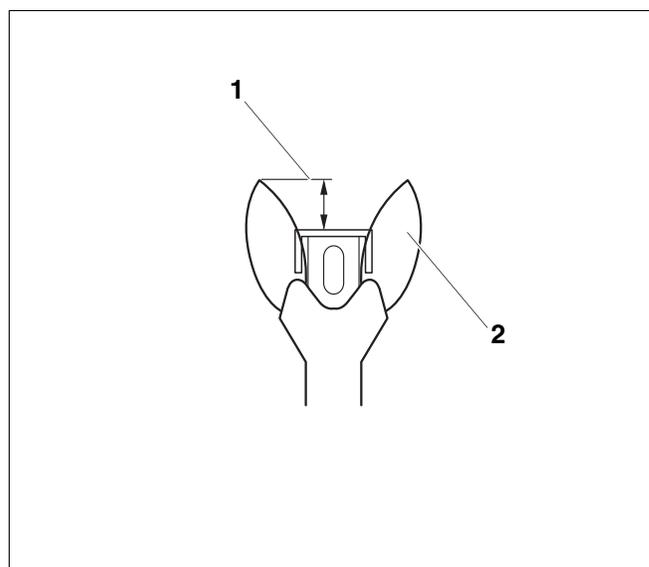
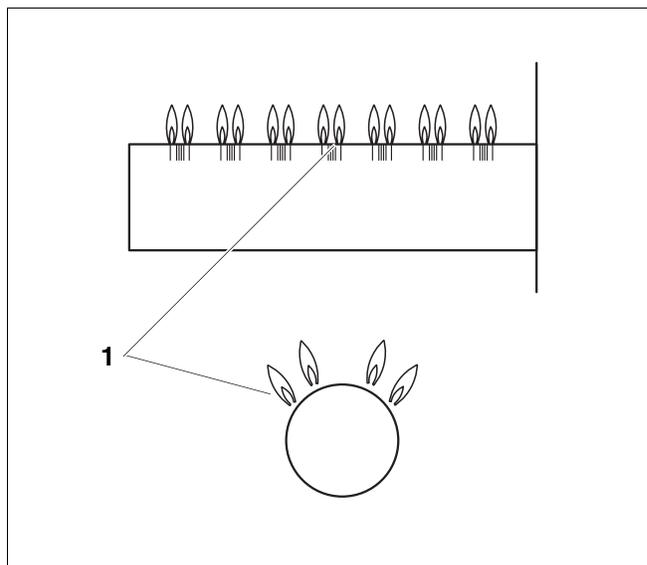

Fig. 31 Réglage correct de la flamme d'allumage
Fig. 32 Brûleur principal
19. Tester le dispositif de sécurité en fermant le robinet principal du gaz. La flamme du brûleur principal (→ fig. 32) et la flamme d'allumage (→ fig. 31) s'éteignent. Après six (6) secondes maximum, l'électrovanne principale du bloc gaz doit fermer en faisant un bruit particulier.